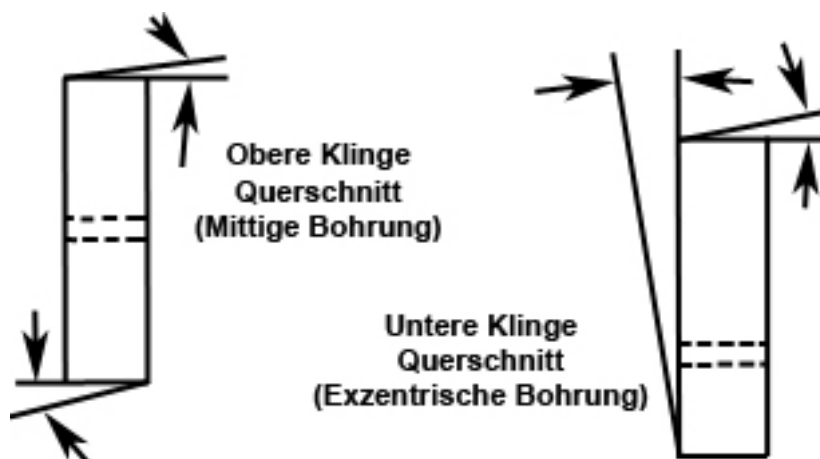

Abb. 3
- Die untere Klinge verfügt über eine Schneidkante (mit einem Zweikantenrelief und einem Stirnrelief). Zum Nachschärfen schleifen Sie mit einem Oberflächenschleifer die Kante (Abb. 3).